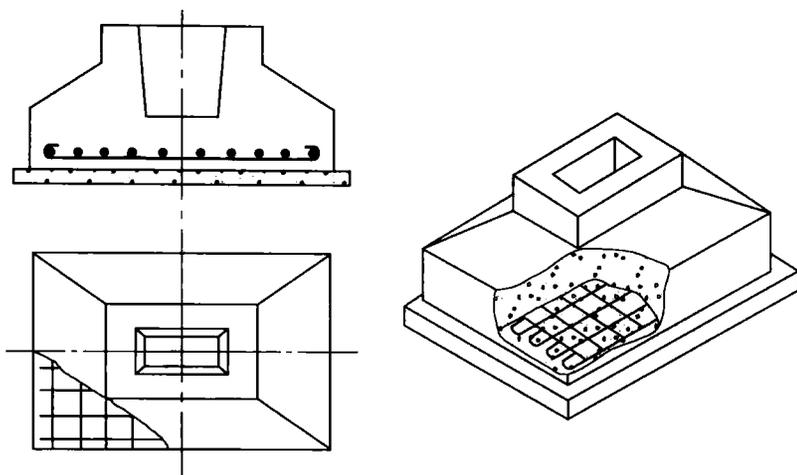

图 1-12 局部剖面图
4) 局部剖面图。形体局部剖切后所画的剖面图, 如图 1-12 所示。